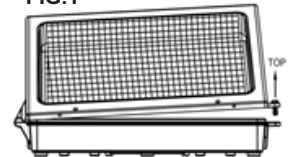

FIG.2
- Percer les entrées défonçables ou les trous à travers le moulage du boîtier arrière pour monter la fixation au mur et fixer solidement à la boîte de jonction (non fournie)(Fig.2) Se référer au « bulletin d'information sur le produit ».